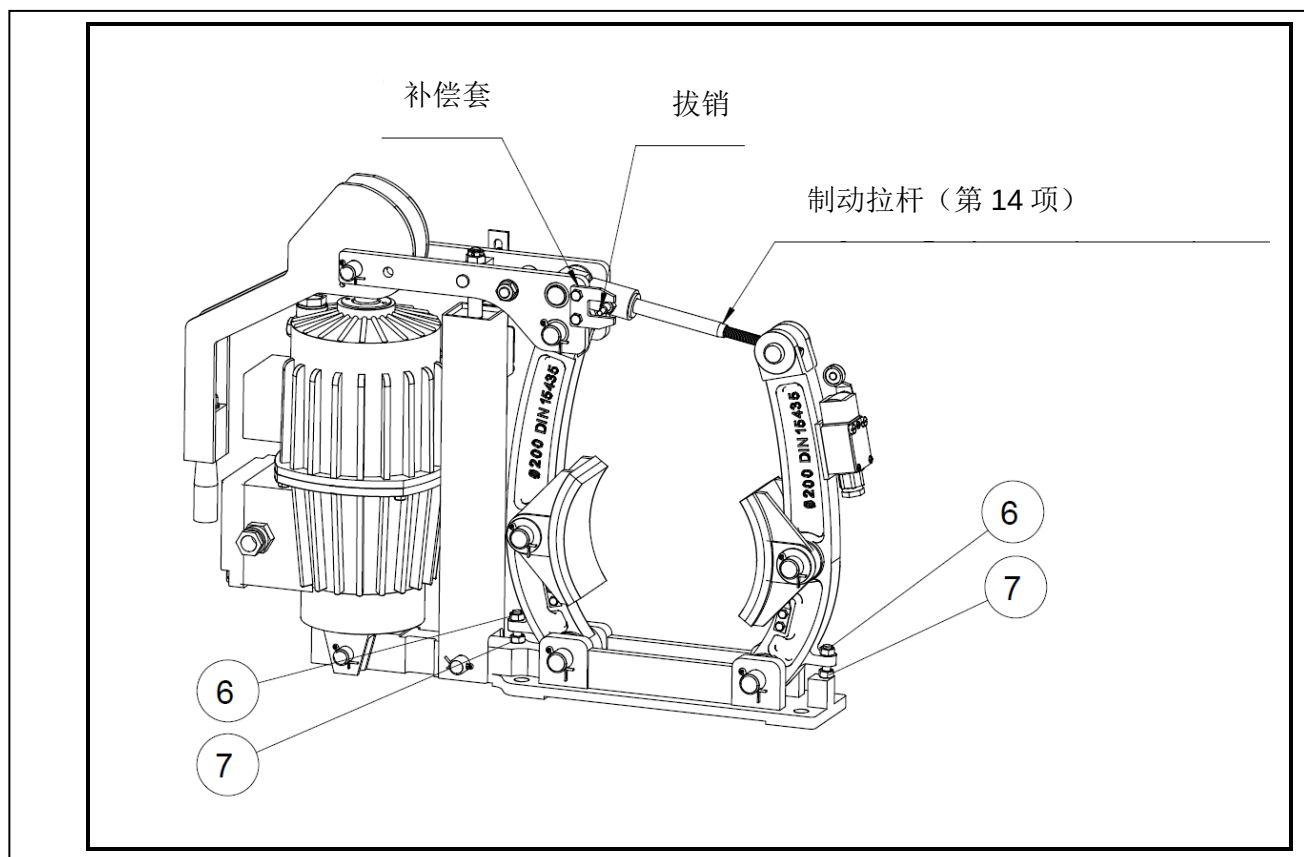

图 8.3
DT 鼓式制动器有两种类型，分别是手动制动闸瓦（衬垫）磨损调整的 FEM 系列和自动制动闸瓦（衬垫）磨损调整的 FEA 系列。FEA 系列制动器很容易分辨，在制动拉杆（第 14 项）上有一个自动补偿装置，见图 8.3 所示。
- 拆下补偿套（图 8.3 所示），将制动拉杆向后旋动，直到有足够的空间安装新的制动闸瓦。
- 重新安装补偿套（图 8.3 所示），并开启、闭合制动器若干次，自动补偿装置开始工作，并将制动闸瓦（衬垫）与制动轮的静距离调整到大约 3mm。